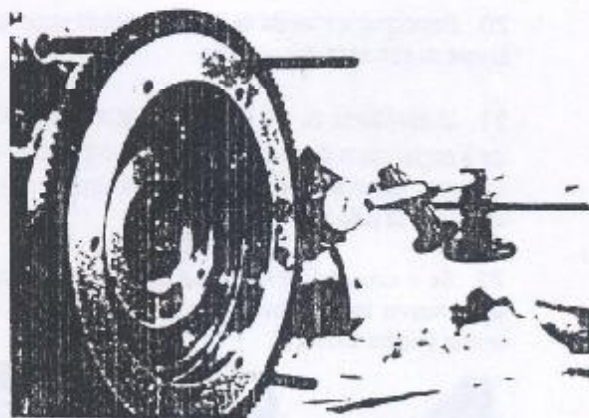

Figura 1.01.17 - Medição da folga longitudinal
- Posicionar o apalpador do micrômetro de dial na face de trabalho do disco, no volante do motor (Figura 1.01.17).